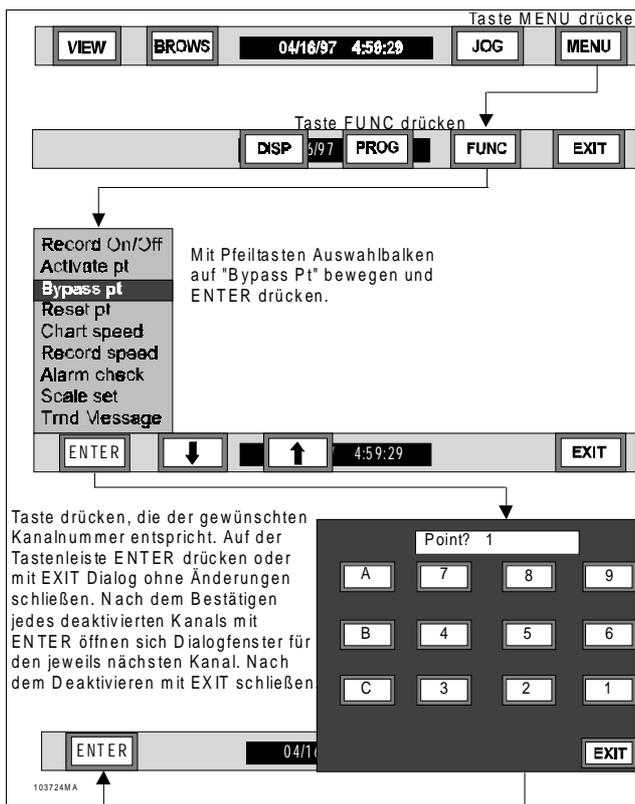

Bild 3-34 Ablaufdiagramm Kanal deaktivieren
C. Kanal AUS – Der Menüpunkt "Bypass Point" schaltet einen aktiven Kanal aus. Ein deaktivierter Kanal bleibt in der Datenbank enthalten: wird versucht, seine Meßwerte anzuzeigen oder auf Datenträger abzulegen, erscheint auf dem Bildschirm die Meldung "**BYPASSED**". Zum Deaktivieren eines Kanals siehe Bild 3-34 und die folgenden Schritte: